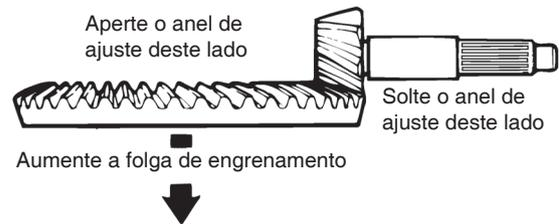

Figura 5.45
- Para aumentar a folga de engrenamento, mova a coroa hipoidal afastando-a do pinhão trativo. Figura 5.45.